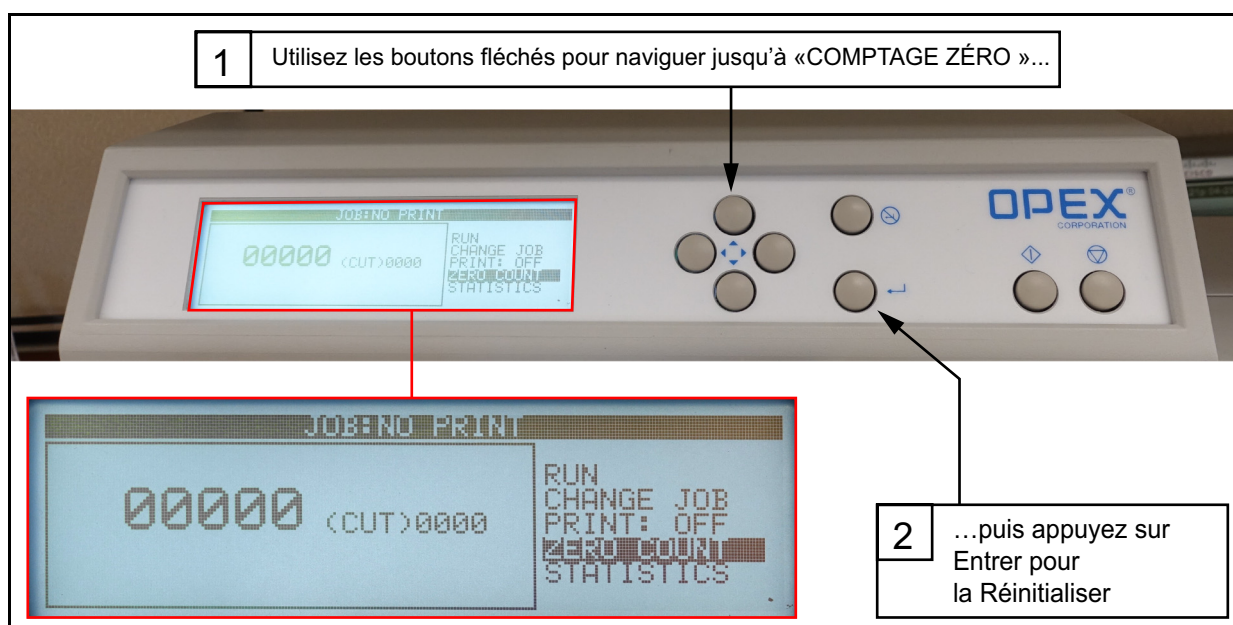

Figure 4-7 : Réinitialiser le compteur
5. Utilisez les boutons fléchés pour mettre en surbrillance **COMPTAGE ZÉRO**, puis appuyez sur le **bouton Entrer** pour réinitialiser le compteur (Figure 4-7).